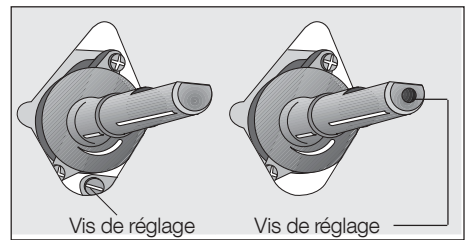

Fig. 6
4. La vis de réglage du débit réduit de chaque brûleur est située sur le corps du robinet (**Fig. 6**).